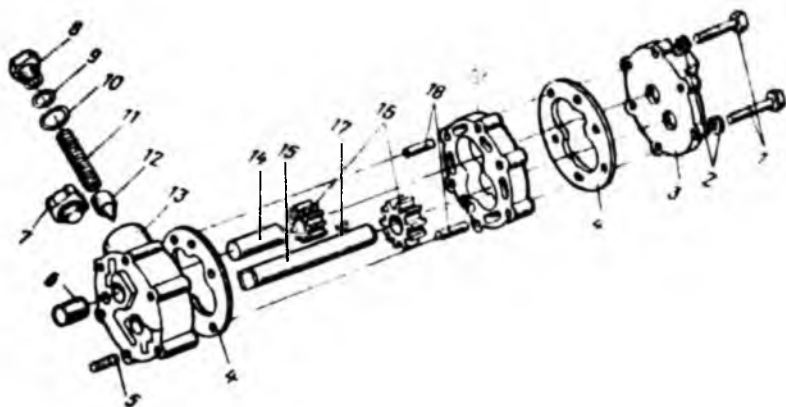

Рис. 24. Насос подпитки:
**Разборка.** Выверните два болта 1 (рис. 24), расположенных по большей оси насоса подпитки, снимите верхнюю крышку 3 с прокладкой 4 (при ее наличии), выньте вал 15 и ось 14. Разъедините корпус насоса 19 и нижнюю крышку 13.